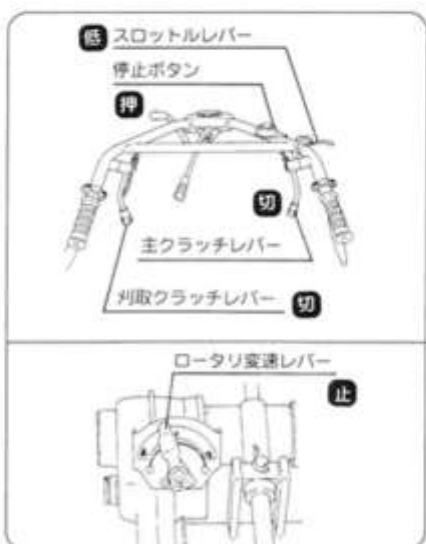

図39
3) 停止方法 (図39)
- ① 主クラッチレバーを【切】にしてください。
- ② 刈取クラッチレバーを【切】にしてください。
- ③ スロットルレバーをL【低速】にもどしてください。
- ④ 停止ボタンを押してください。
- ⑤ ロータリ変速レバーを【止】にもどしてください。